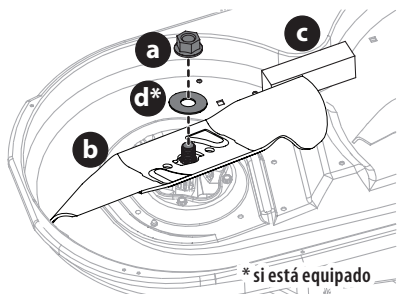

Fig. 51
- Coloque un bloque de madera (c) entre el alojamiento de la plataforma y el borde de corte de la cuchilla (b) para ayudar a aflojar la tuerca hexagonal (a) y la arandela (d)* que fijan la cuchilla (b). Utilice una llave de 15/16 pulgadas para aflojar la tuerca hexagonal (a) y la arandela (d)* (Fig. 51).
- Quando reinstale las cuchillas, asegúrese de lo siguiente (Fig. 51):